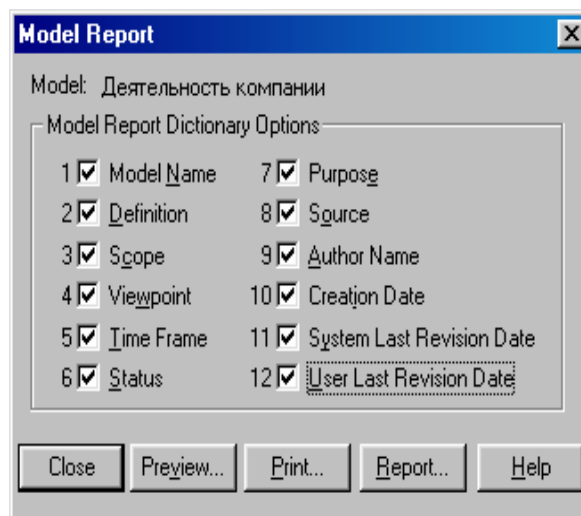

Рисунок 9.1 – Задание опций генерирования отчета **Model Report**
- В меню **Tools/Reports/Model Report** (рисунок 9.1) задайте опции генерирования отчета (установите галочки);